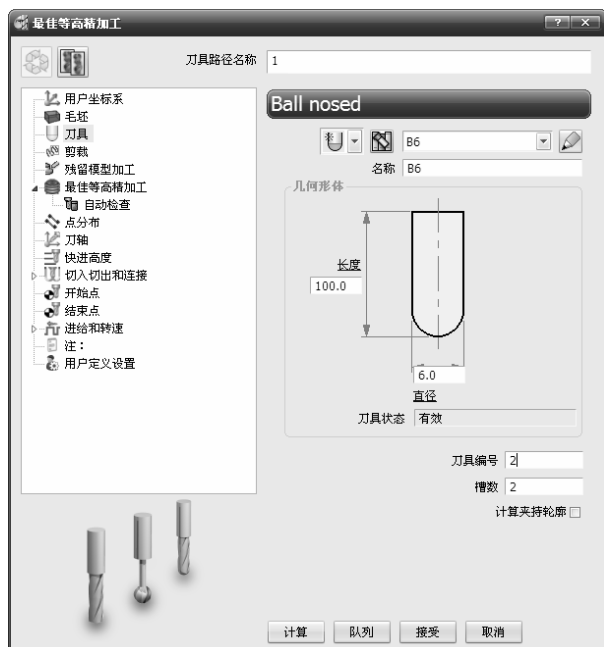

图 3-25 “最佳等高精加工”对话框
2) 在弹出的“最佳等高精加工”对话框中设置相关参数, 如图 3-25 所示。